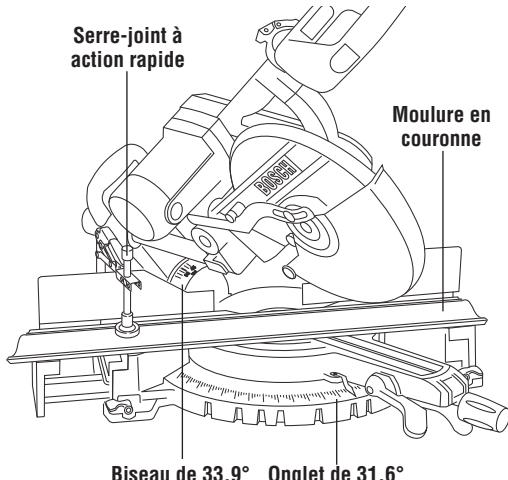

Figure 39. Moulure en couronne reposant à plat
1. Pour les coins à 90°, réglez les angles d'onglet et de biseau en vous aidant des tableaux ci-dessous. Serrez le bouton de blocage de l'onglet et le bouton de blocage du biseau (Figure 39).